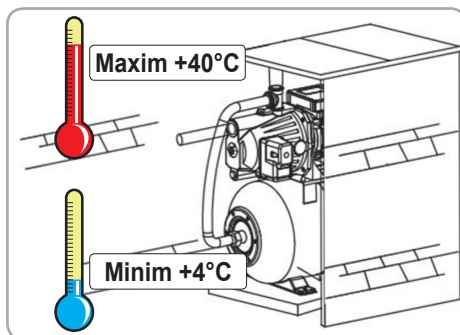

Fig.2
- Pe întreaga perioadă de funcționare a hidroforului trebuie să se asigure un mediu uscat și ventilat la temperaturi cuprinse între +4 ... 40°C (fig.2).